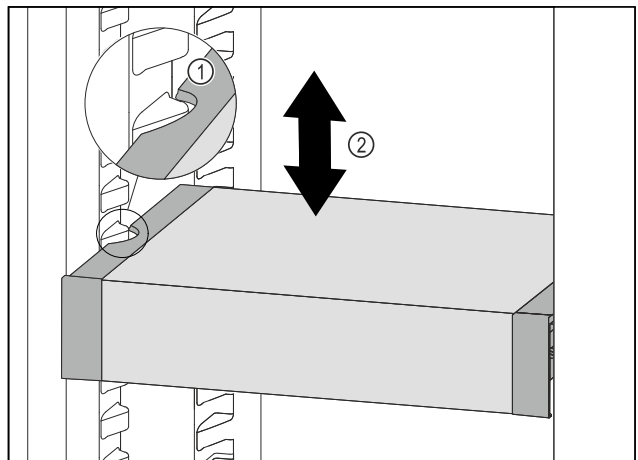

Fig. 100
- VarioSafe çekmecesini, VarioSafe çekmecesinin yandaki boşlukları soğutma bölümündeki yerleştirme çıkıntıları yüksekliğine gelene kadar öne doğru çekin. Fig. 100 (1)
- Soğutma bölümünde VarioSafe çekmecesini, istediğiniz yüksekliğe ulaşana kadar yukarı veya aşağı hareket ettirin. *Fig. 100 (2)*